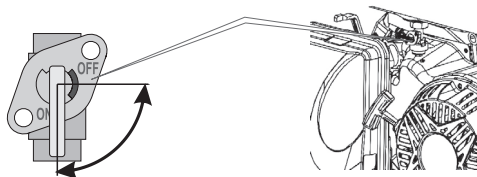

Рисунок 8. Схема відкриття паливного крана.
3. Перекрити паливний кран обертанням у положення «ЗАКР» проти годинникової стрілки до упору (рис. 8).